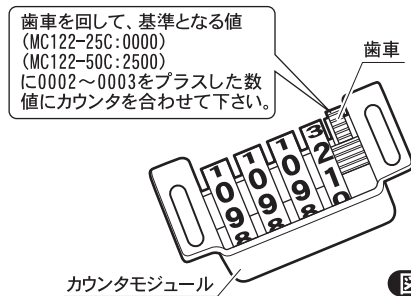

図5
- ②カウンタモジュールを取り出し、歯車を回して基準となる値に0.02~0.03をプラスしたところに合わせて下さい。 **図5**